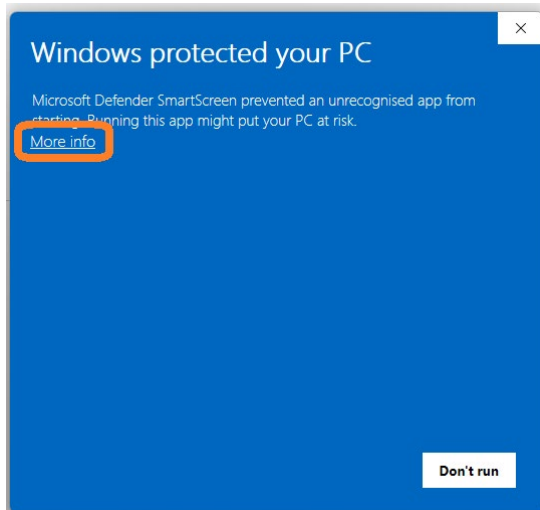
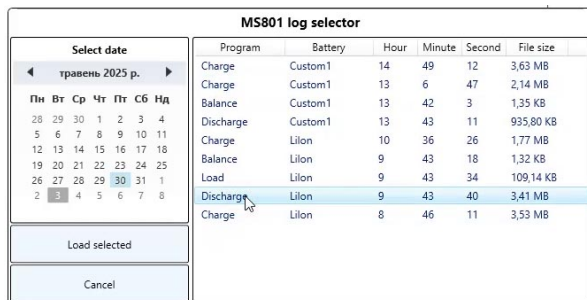

Рисунок 22
Рисунок 27
4. Откройте журнал сохраненных отчетов (см. поз. 3 рис. 22). В открывшемся окне выберите дату, после чего в левой части окна появятся сохраненные отчеты за этот день (см. рис. 27).